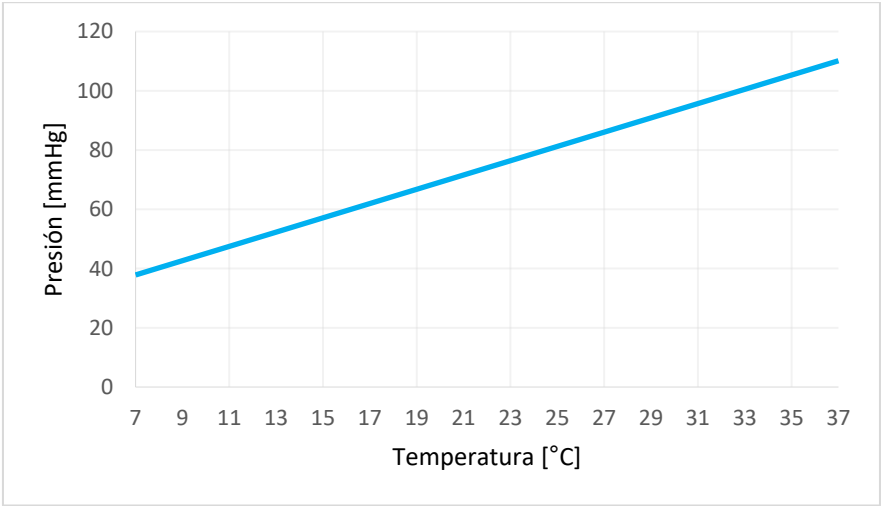
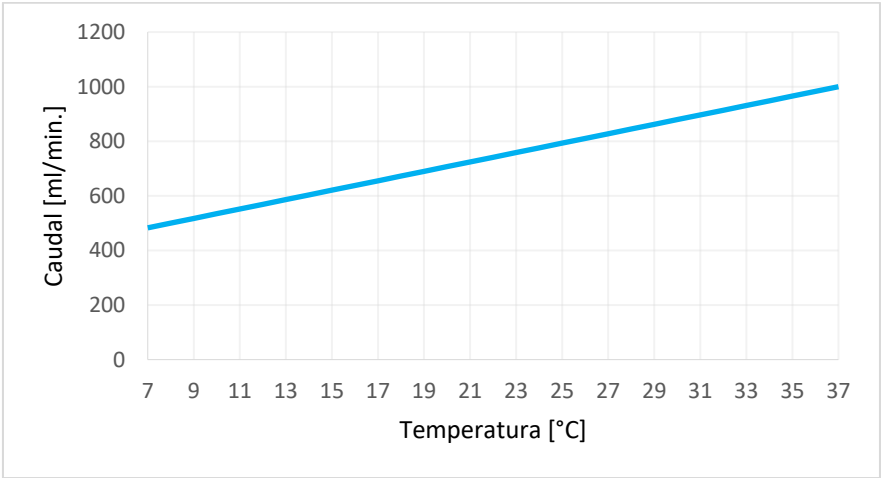

Figura 30 Límites de presión a diferentes temperaturas
Figura 31 Límites de caudal a diferentes temperaturas
- Coloque la segunda tapa sobre el recipiente y asegúrese de que la orientación es la correcta; la flecha roja de la parte inferior de la etiqueta debe apuntar en la dirección de la Unidad de bombeo, véase la Figura 30.
El Kidney Assist está equipado con límites dependientes de la temperatura para el caudal y la presión para evitar daños o la pérdida de órganos. Estos valores están preestablecidos y no se pueden modificar. En el caso de que se alcance el límite, el dispositivo reducirá la velocidad de la bomba para mantener la perfusión segura. Las presiones admisibles a diferentes temperaturas se muestran en la Figura 30. Los caudales admisibles a diferentes temperaturas se muestran en la Figura 31.